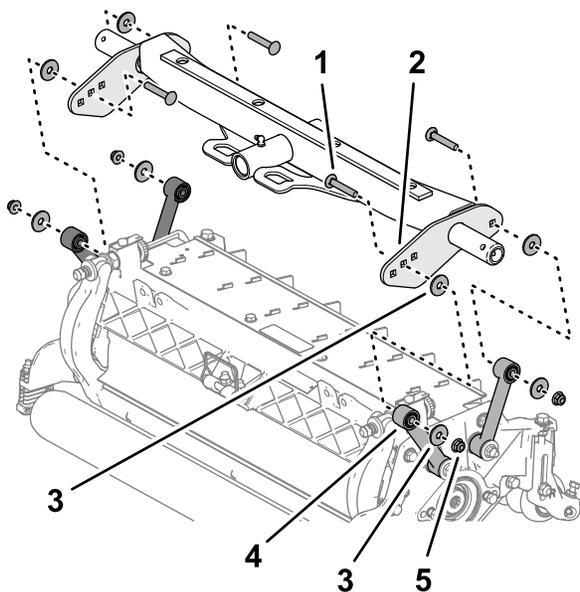

図 18
2. ワッシャをキャリアプレートとリンクの間に合わせ図 18、プレートとスペーサを仮止めするキャリッジボルト $\frac{3}{8}$ x 2 $\frac{1}{4}$ "、ワッシャ、フランジロックナット $\frac{3}{8}$ "を使用する。